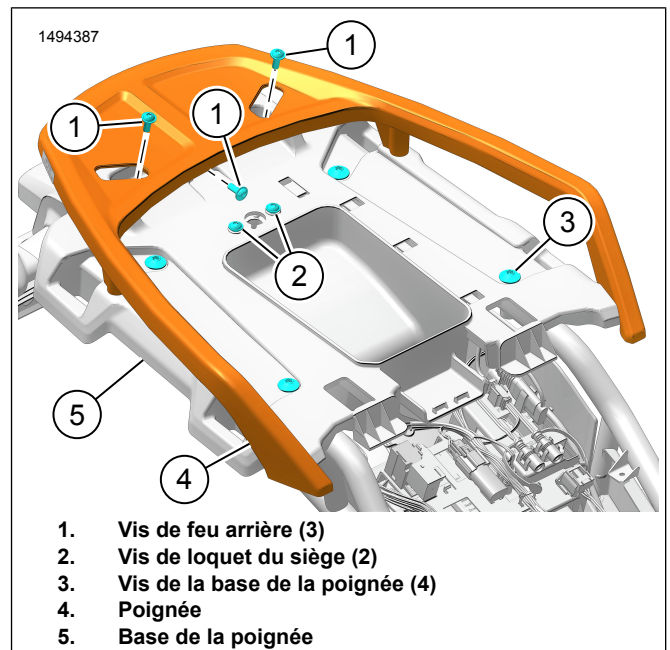

Figure 3. Repose-main
1. Voir la figure 3. Retirer les vis de la base de la poignée (3).
- a. Déconnecter le connecteur du feu arrière (5)
- b. Voir la figure 3. Déposer les vis (1).
- a. Voir la figure 3. Retirer les vis du loquet du siège (2).